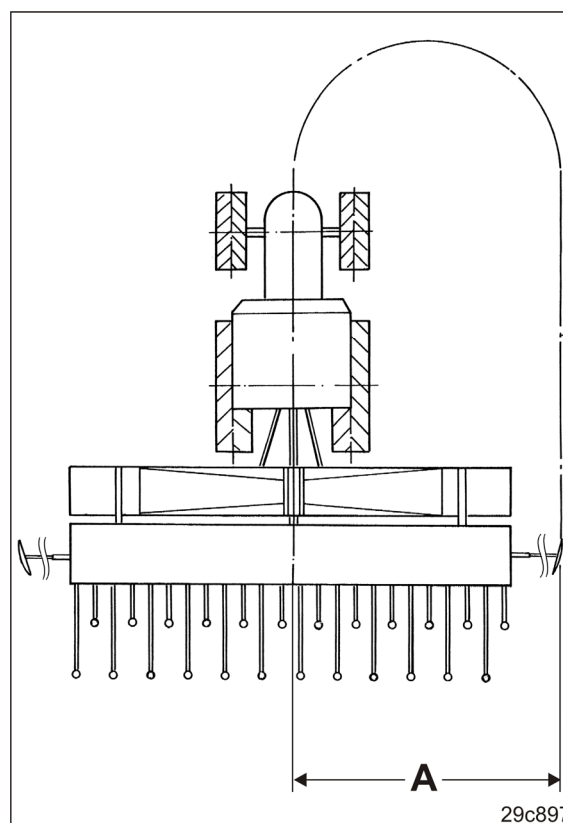

Fig. 171
- 4.4 Indstil spormarkørlængden på længden "A" (se tabel Fig. 171).